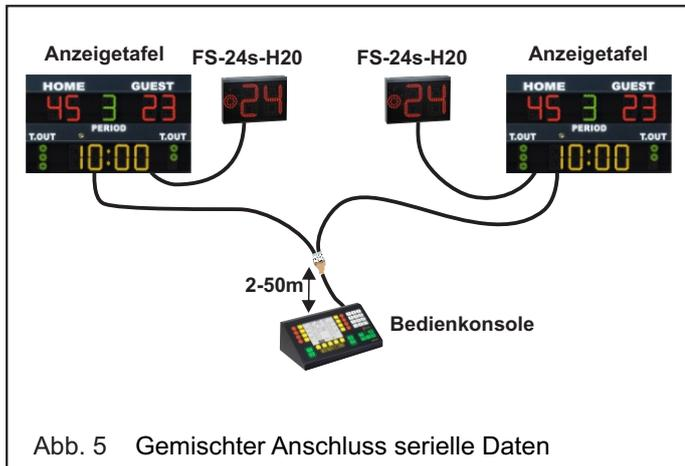

Abb. 5 Gemischter Anschluss serielle Daten
3. Gemischter Anschluss der beiden vorab beschriebenen Anschlusstypen. In Abb. 5 wird ein Beispiel dargestellt, wo die seriellen Ausgänge der Spielstandanzeigen für den Anschluss an die 24-Sekunden-Anzeigen genutzt werden.